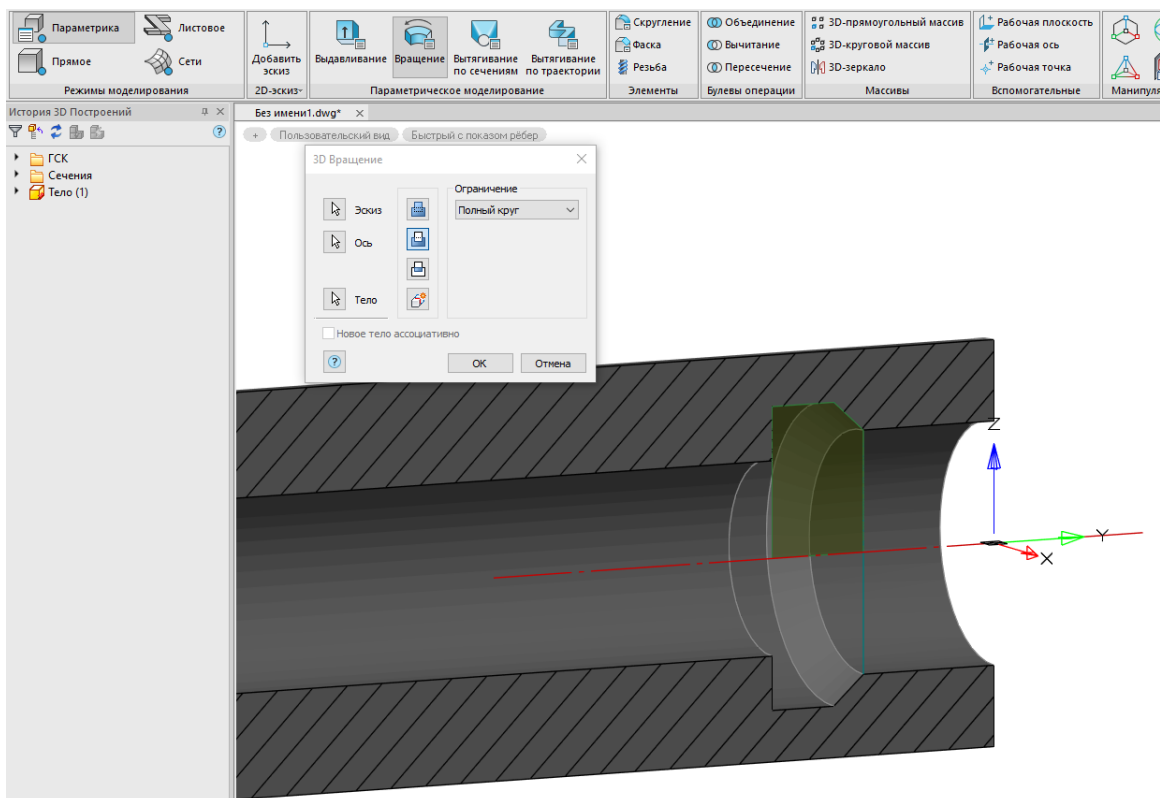

Рис. 17. Операция *Вращение*
На вкладке *3D-инструменты* нажмите кнопку *Вращение*. Выберите область эскиза, нажмите в диалоговом окне кнопку *Тело*, укажите *Тело (1)* в *Истории 3D Построений*, в диалоговом окне выберите опцию *Вырезать* и активируйте выбор оси. Укажите ось вращения и нажмите *ОК* (рис. 17).